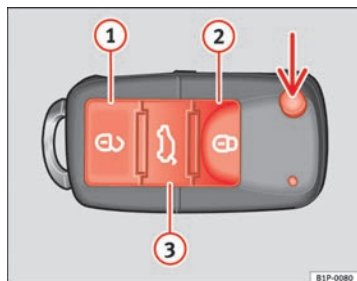

Abb. 44 Tastenbelegung
Mit der Taste ⇒ Abb. 44 (Pfeil) der Funk-Fernbedienung wird der Schlüsselbart ausgeklappt.
Fahrzeug entriegeln  ⇒ Abb. 44 ①.
Fahrzeug verriegeln  ⇒ Abb. 44 ②.
Heckklappe entriegeln. Die Taste  ⇒ Abb. 44 ③ betätigen, bis alle Blinkleuchten am Fahrzeug kurz aufleuchten. Nach Drücken der Entriegelungstaste  ③ können Sie die Heckklappe innerhalb von 2 Minuten öffnen. Nach Ablauf dieser Zeit wird die Heckklappe wieder verriegelt.
- Drücken Sie die Taste   ⇒ Seite 86, Abb. 44 auf der Funk-Fernbedienung.